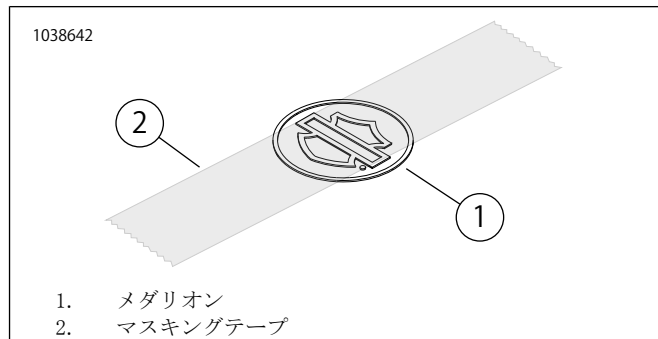

図2。メダリオンをテープを塗布します。
- 図2を参照してください。メダリオン(1)のバー&シールドの中心上に、マスキングテープ(2)を3インチ貼ります。
- 図2を参照してください。メダリオンをブラケットに取り付けます。